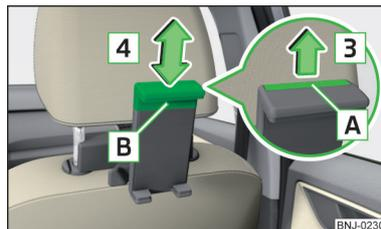

Fig. 88
- Para **ajustar el tamaño del soporte** tirar el cinturón de seguridad **A** en el sentido de la flecha **3** y desplazar la parte **B** en el sentido de la flecha **4** en la posición deseada » fig. 88.